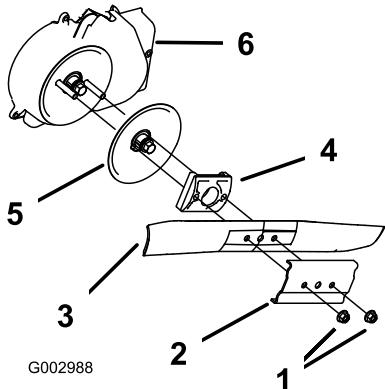

Figura 53
3. Retire las 2 tuercas de la cuchilla y el refuerzo (Figura 53).
4. Retire la cuchilla (Figura 53).
5. Retire el impulsor de la cuchilla y el disco (Figura 53).
6. Retire el protector del embrague del freno de la cuchilla (Figura 53).
8. Instale el protector del embrague del freno de la cuchilla (Figura 53).
9. Instale el impulsor de la cuchilla (Figura 53).
10. Instale la cuchilla (Figura 53).
11. Instale el refuerzo (Figura 53).